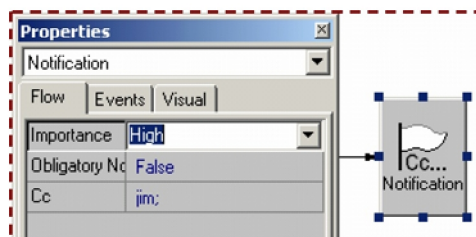

Рис.40. Изменение важности узла
- Измените важность узла на «High» (рис. 40).